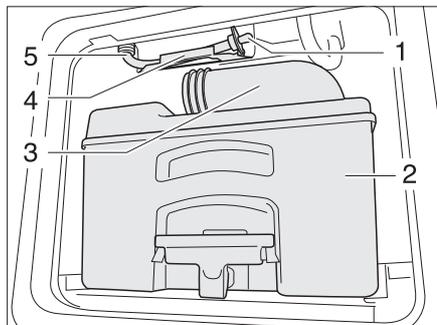

Bild 173 Ablaufschlauch Wassertank Toilette
- Kassette (Bild 173,2) an einer dafür zugelassenen Entsorgungsstelle entleeren und reinigen.
- Den Entleerungsstutzen (Bild 173,3) offen lassen.
- Ablaufschlauch (Bild 173,5) aus der Halterung (Bild 173,4) nehmen.
- Den Ablaufstöpsel (Bild 173,1) entfernen und Restwasser ausfließen lassen.